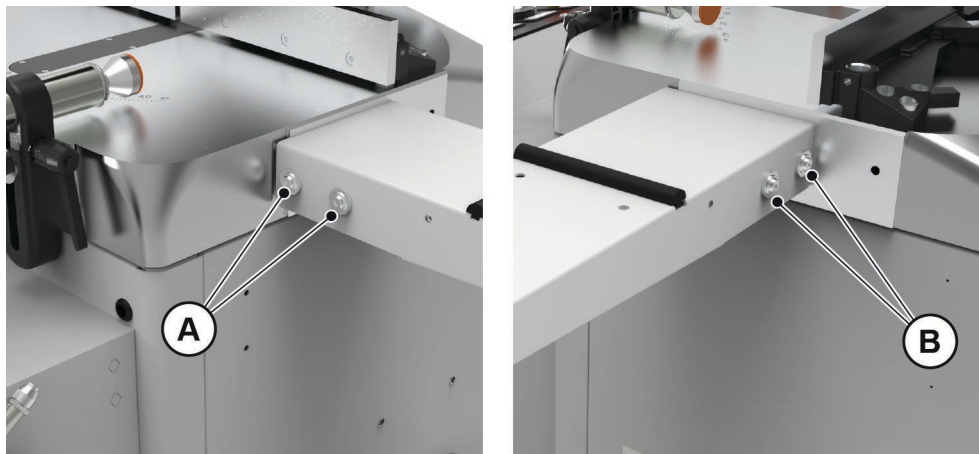

Fig. 05-05
- Retirer le support du profil en intervenant sur les 2 vis avant "A" (Fig. 05-05) et sur les 2 vis arrière "B" (Fig. 05-05).